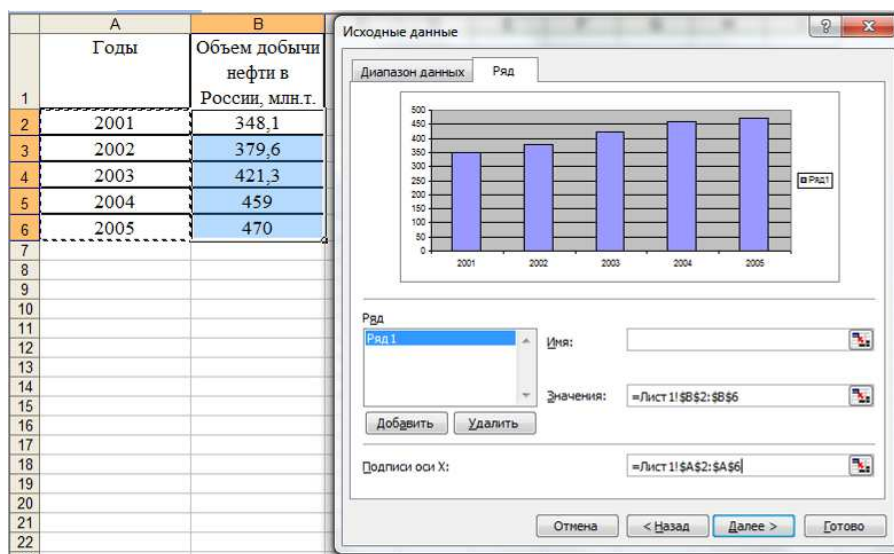

Рис. 25. Диалоговое окно определения исходных данных, вкладка **Ряд**
6. В этом же диалоговом окне **Исходные данные** на вкладке **Ряд** (рис. 25) в поле ввода **Подписи по оси X** указать ссылки на ячейки со значениями подписей. Нажать кнопку **Далее**.